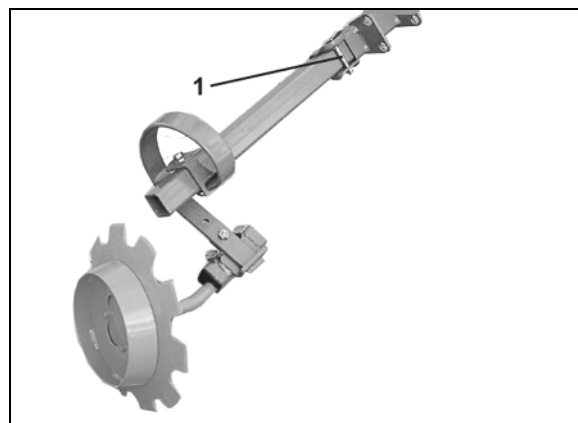

Рис. 101
1. Разъедините резьбовых соединения (Рис. 101/1) у каждого диска.